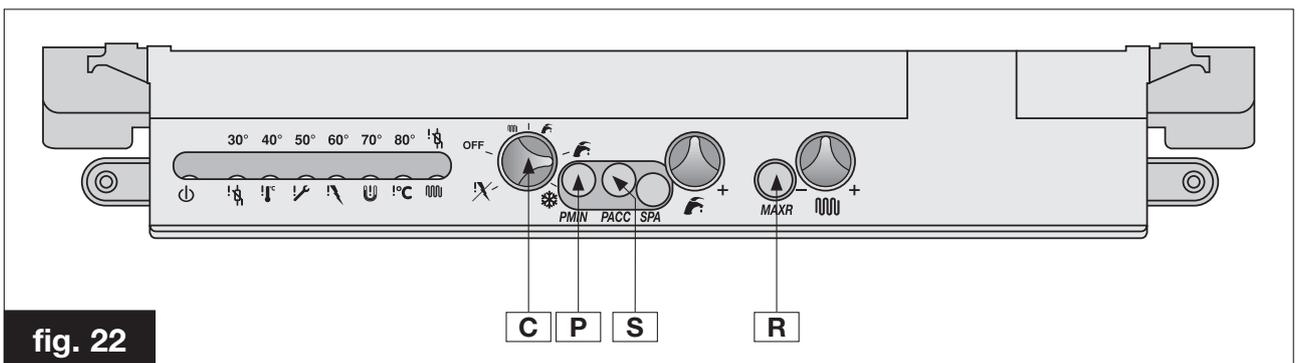

fig. 22
- posizionare il regolatore della potenza termica R (vedi fig. 22) al MASSIMO (ruotarlo in senso ORARIO dopo aver tolto il tappo);
- portare il trimmer P ACC (S in fig. 22) in posizione intermedia e, dopo essere usciti dalla funzione spazzacamino, verificare che l'accensione del bruciatore avvenga in modo corretto e silenzioso: diversamente aumentare o diminuire il valore della potenza di accensione agendo sempre sul trimmer P ACC (ruotare in senso orario per aumentare, in senso antiorario per diminuire);